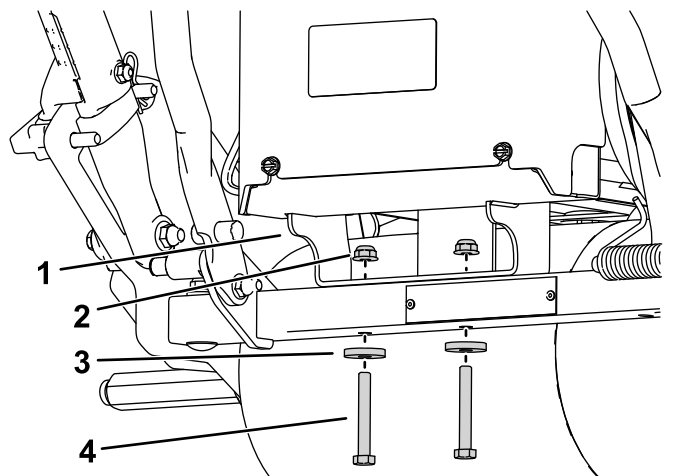

図 5
5. パワーセンターブラケットを機体後部に固定しているナット2個、ワッシャ、ボルトを外してブラケットを外す 図 5。